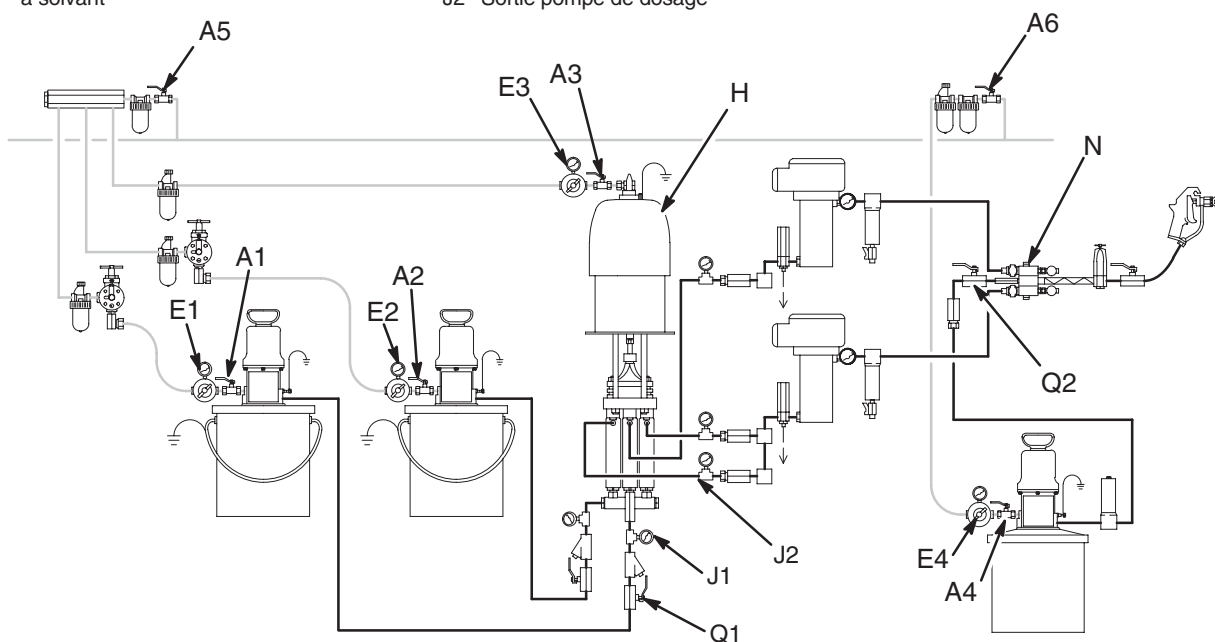

Fig. 14
2. S'assurer que les deux vannes d'arrêt produit (Q1) sont ouvertes. Voir Fig. 14.
4. S'assurer que les régulateurs d'air des pompes d'alimentation (E1,E2) sont bien réglés à la pression minimum. Voir Fig. 14.
5. Ouvrir la vanne d'air principale (A5). Voir Fig. 14.
6. Ouvrir la vanne d'air principale de la pompe à durcisseur (A1). Voir Fig. 14.
9. Après avoir rincé les tuyauteries de durcisseur, fermer la poignée du collecteur mélangeur et fermer la vanne de décharge (P1). Fermer la vanne d'air (A1). Voir Fig. 14.
- a. S'assurer que les régulateurs d'air des pompes d'alimentation (E4) sont bien réglés à la pression minimum. Voir Fig. 14.
- b. Ouvrir la vanne d'air principale de la pompe à solvant (A6), puis ouvrir la vanne d'air de la pompe (A4). Voir Fig. 14.
- e. Fermer la vanne d'arrêt de la tuyauterie de solvant (Q2). Voir Fig. 14.